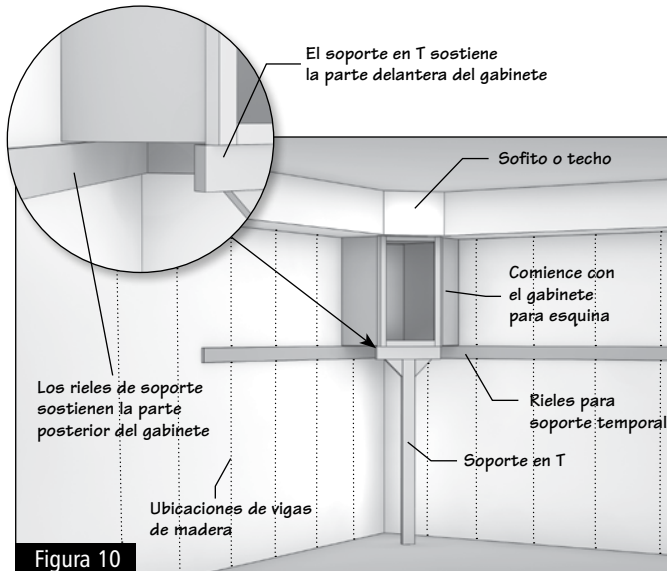

Figura 10
- 3.2** Comience con el gabinete esquinero. Con la ayuda de otra persona, levante el gabinete hasta la posición del riel de soporte y use un soporte en T o 2x4 en la parte delantera para colocar el gabinete en su lugar. Tenga en cuenta que quizá deba retirar de la esquina los gabinetes de esquina ciega como se muestra en el plano de la cocina. (Figura 10)